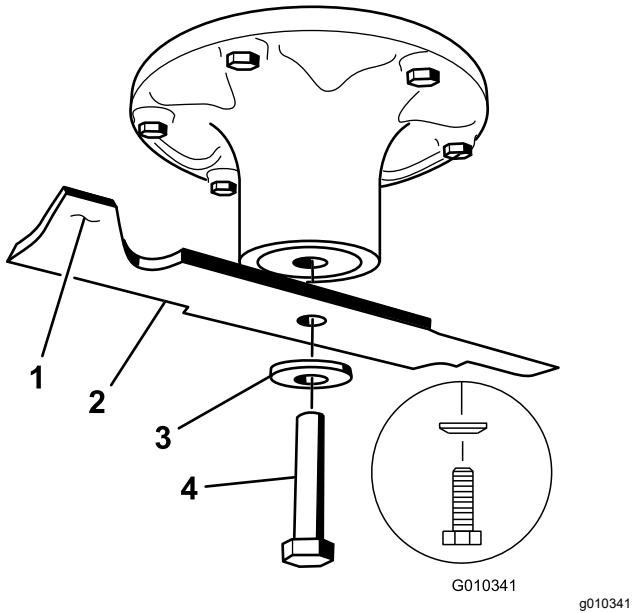

Figura 69
2. Retire a cavilha da lâmina, a anilha curva, e a lâmina do eixo (Figura 69).
1. Instale lâmina no eixo (Figura 69).
2. Instale a anilha curva (lado oval virado para a lâmina) e o parafuso da lâmina (Figura 69).